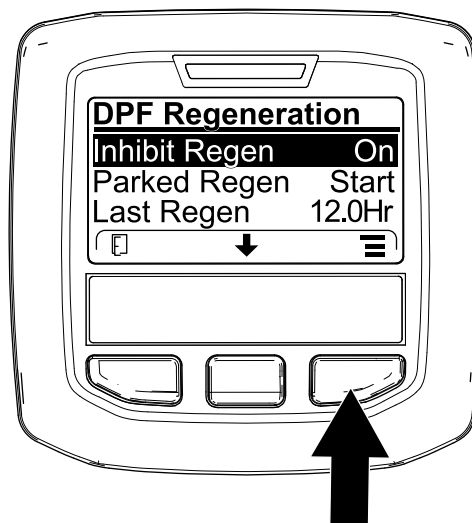
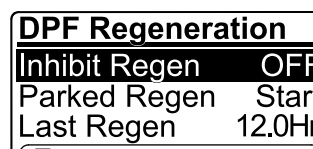

Рисунок 76
Рисунок 77
1. Перейдите в меню DPF Regeneration (Регенерация DPF), нажмите среднюю кнопку, чтобы перейти вниз к опции Inhibit Regen (ЗАПРЕТ РЕГЕНЕРАЦИИ), и нажмите правую кнопку, чтобы выбрать опцию Inhibit Regen (Запрет регенерации) (Рисунок 76).
2. Нажмите правую кнопку, чтобы изменить настройку запрета регенерации с On (Вкл.) на Off (Выкл.) (Рисунок 76) или с Off (Выкл.) на On (Вкл.) (Рисунок 77).